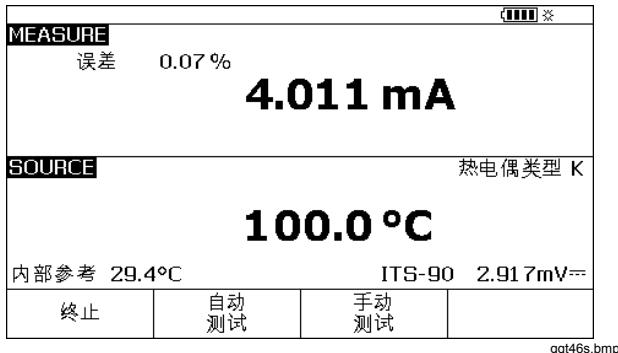

图 32. 针对校准的测量和输出屏幕
17. 按完成 (Done) 功能键接受校准参数。显示屏变为图 32 所示的屏幕。